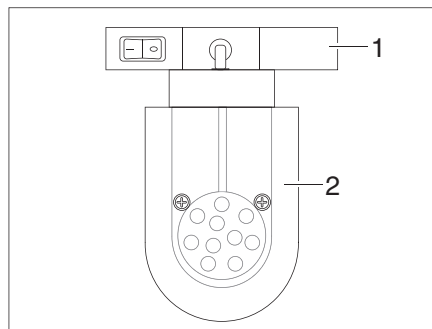

Bild 139 LED-spotlight (exempel)
- Ta tag i hållaren (Bild 139,1) och vrid 90°.
- Ta av LED-spotlightsen (Bild 139,2) från skenorna.
- Sätt in LED-spotlightsen (Bild 139,2) på önskat ställe i skenorna och vrid 90°.